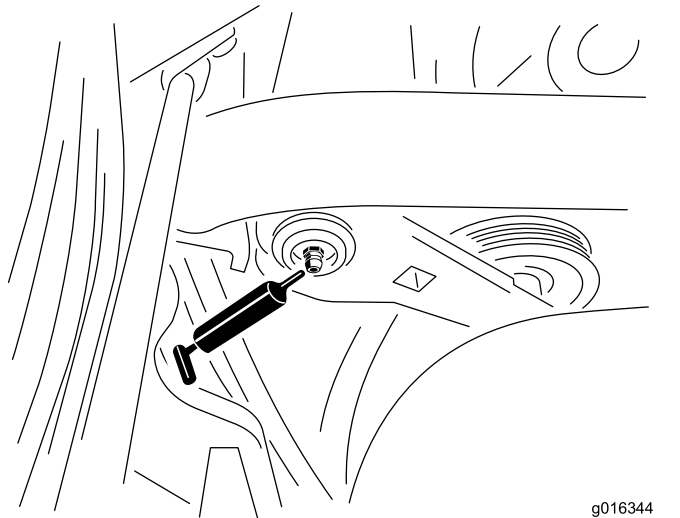

图43
1. 擦干净黄油嘴、这样就不会有杂质进入轴承或轴套中（图43）。